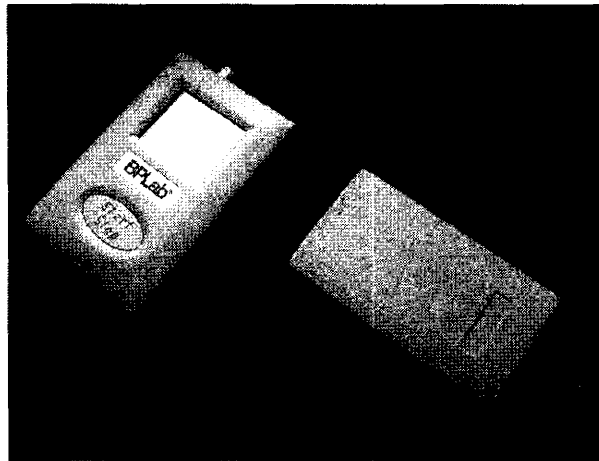

Рис. 11. Подключение монитора "БиПиЛаб-М" через беспроводной ИК интерфейс
- связь с ПК через беспроводной ИК интерфейс с монитором "БиПиЛаб-М": при передаче данных между монитором и компьютером расположите монитор и адаптер ИК интерфейса ВР.005.010 на небольшом расстоянии (до 20 см) таким образом, чтобы их окошки инфракрасных приемопередатчиков были направлены друг на друга (см. Рис.11).